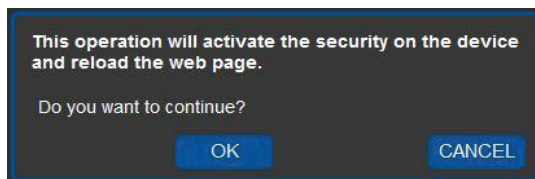

Рис. 20. Всплывающее окно подтверждения
1. Щелкните на кнопке ON на странице Security. Выводится всплывающее окно подтверждения (см. рис. 20).